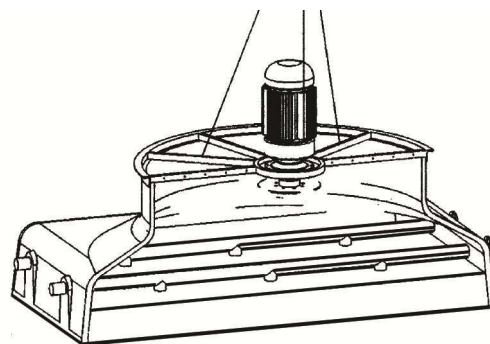

Fig. 6
- a) In the part including the electric motor, hook a sling to two of the spokes of the fan supporting ring, fastening the motor to balance the assembly in the way shown on Figure 6.
- a) Dans la quatrième partie qui porte le moteur, accrocher une élingue à deux des rayons de l'anneau support du ventilateur et attacher le moteur pour équilibrer l'ensemble comme il est indiqué sur la figure 6.